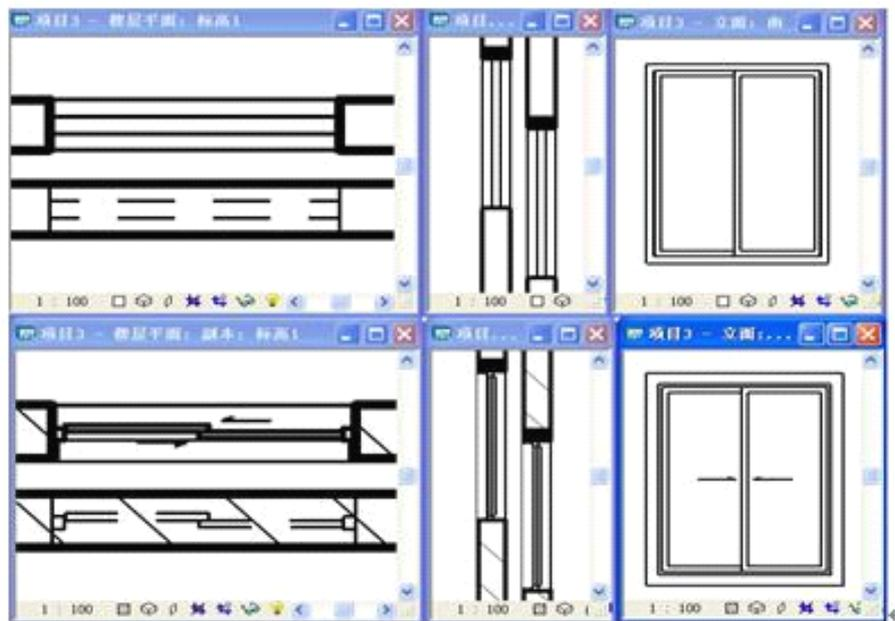

图 15.5-1
- 以窗族的图元可见性和详细程度设置来说明族的设置与建筑设计表达的关系。在进行建筑设计时，平面图中的窗显示样式要按照设计规范来要求。针对设计规范，Revit Architecture 为设计师们提供了图元可见性和详细程度设置，(如图 15.5-1 所示)是窗族在项目文件中低窗和高窗的实例分别在“粗略”和“精细”详细程度下的平面视图、剖面视图和立面视图。由此可以看出，Revit Architecture 中族的设置与建筑设计表达是紧密相连的。